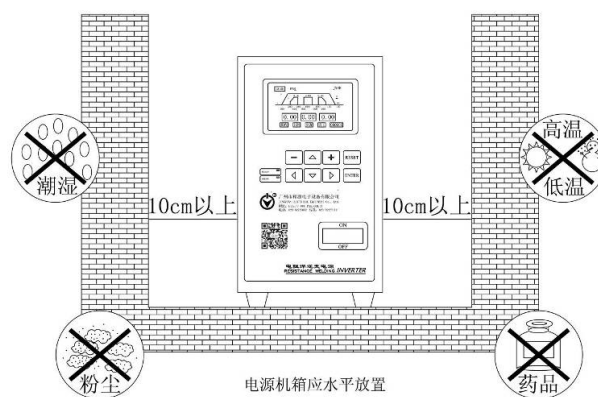

图 1 安装位置示意图
- (1) 供电电压 220VAC 50/60HZ，接 10A 左右的空气开关或插座，连接可靠，安全接地。
- (2) 安装位置保证通风散热，不要堵塞风道（进风和风扇排风口），安装空间如图 1 所示。